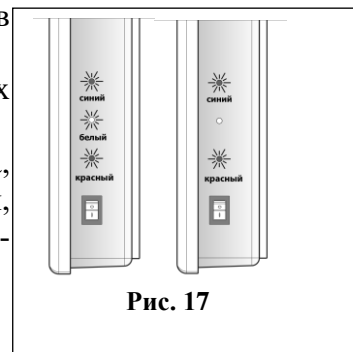

Рис. 17
**Включение/выключение защиты от переохлаждения** осуществляется последовательным нажатием на клавишу 4. При этом свечение синего, белого и красного индикаторов (рис.17, слева) показывает, что защита включена, а только синего и красного, что защита выключена (рис.17, справа)